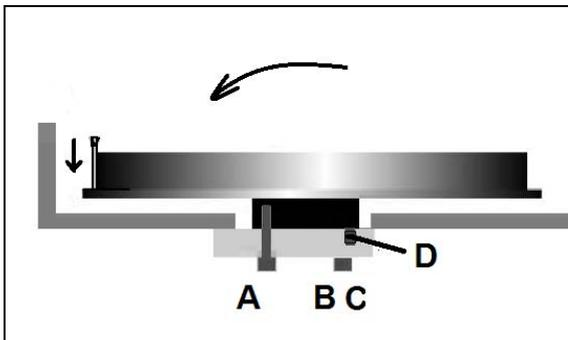

Abb. 8-7: Einstellung der Sägebandführung
- Die Neigung der Schwungscheibe (Abb. 8-7) mithilfe des Gewindestifts (D) einstellen.